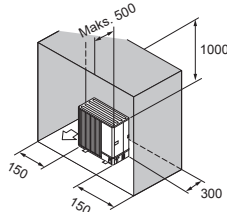

Fig. 2-11
- (6) Forhindringer eller lukkede områder kun bagpå, på siderne og over (Fig. 2-11)